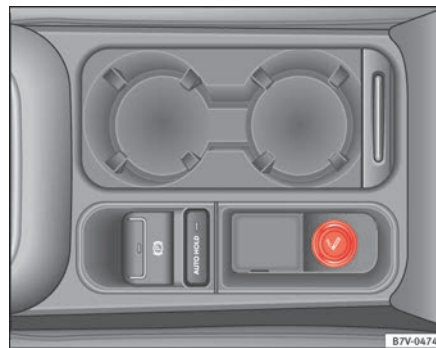

Abb. 118 Mittelkonsole vorn: Zigarettanzünder.
Je nach Ausstattung kann sich ein Zigarettanzünder in der Mittelkonsole vorn ⇒ Abb. 118 oder im Ablagefach in der Mittelkonsole vorn befinden.
- Anzünderknopf des Zigarettanzünders bei eingeschalteter Zündung hineindrücken ⇒ Abb. 118.